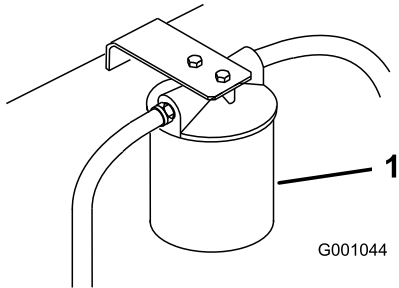

Bild 72
3. Stellen Sie eine Auffangwanne unter den Filter, bauen Sie den alten Filter aus und wischen Sie die Dichtungsfläche des Filterstutzens sauber (Bild 72).